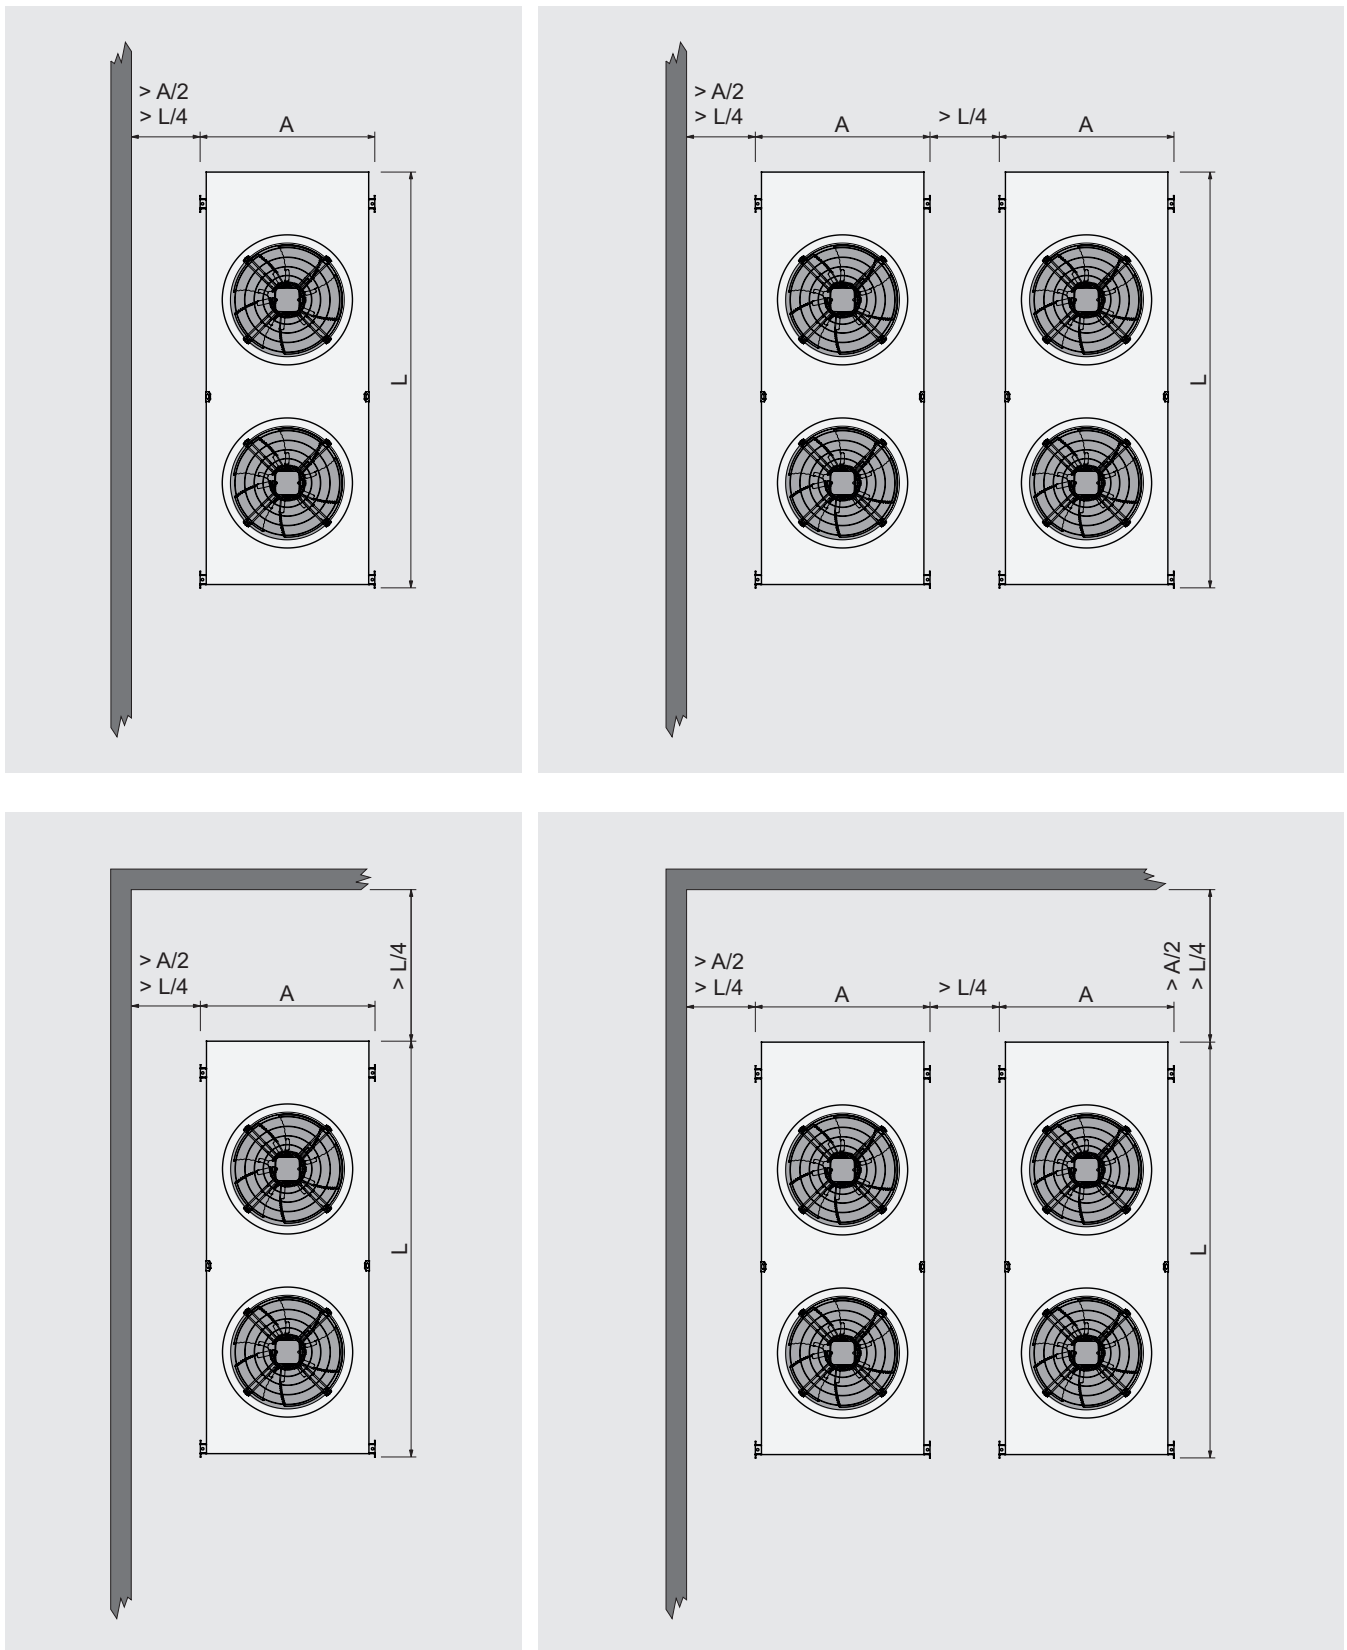

Figura 7
6.8 Para uno o varios modelos, véase la Figura 7.